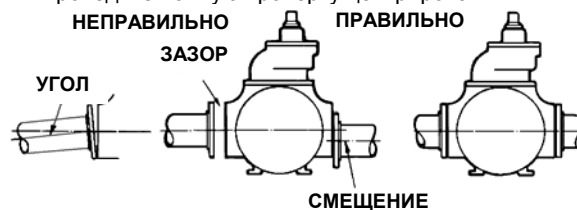

Рисунок 1
8. Проверьте центрирование труб относительно насоса во избежание напряжений, которые могут впоследствии привести к их смещению. См. Рис. 1. Удалите болты с фланцев или освободите муфтовые соединения труб. Трубы не должны отклоняться или падать. После эксплуатации насоса в течение одной или двух недель еще раз проведите полную проверку центрирования.